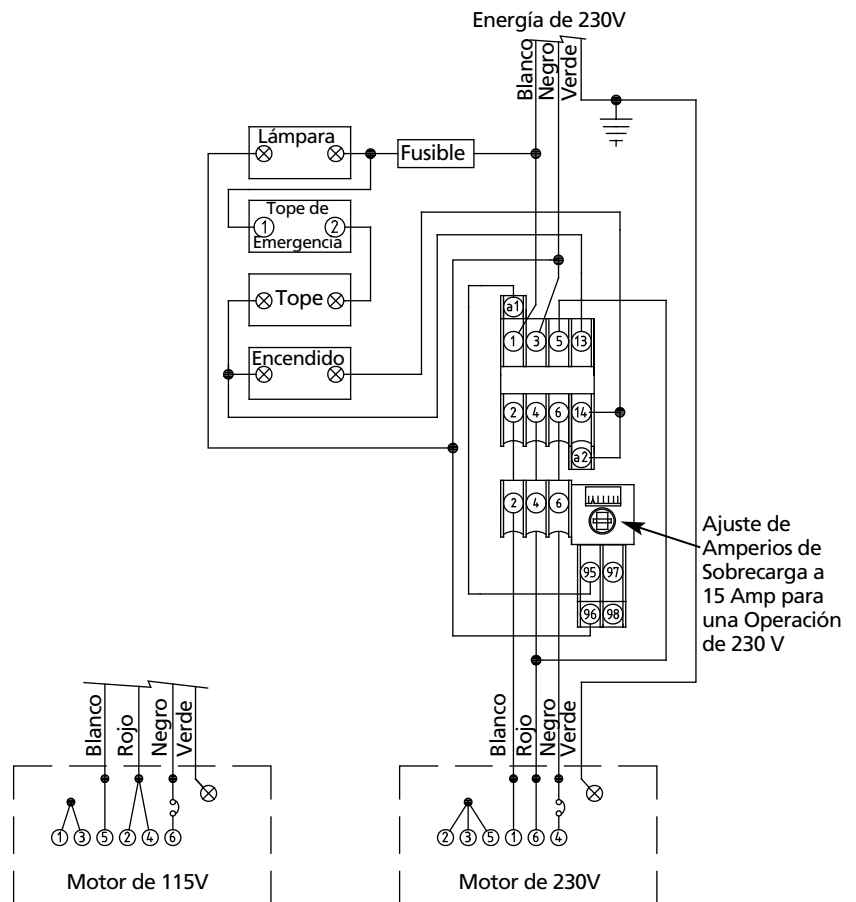

Figura 3 - Diagrama del Cableado
Consulte la Figura 3.
- Cambie el cableado del motor a 115 voltios. Consulte la Figura 3 en la placa de identificación del motor.